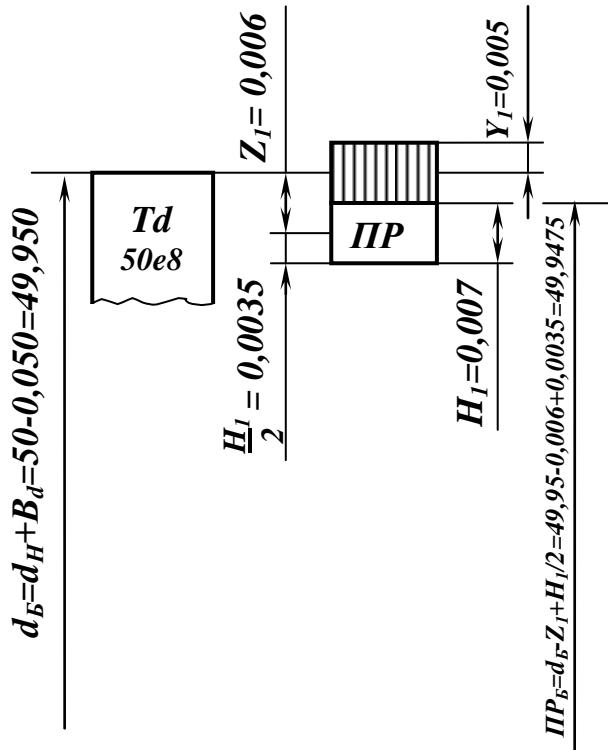

Рисунок 4
7. Определить для трех заданных полей допусков предельные размеры **D_B(d_B)** и **D_M(d_M)** и указать формулы для их расчета, расчеты значений на схемах у соответствующих обозначений (по типу примера на рис.4).
Под обозначением Td указываем обозначение указанного поля допуска $50e8$ (рисунок 4).